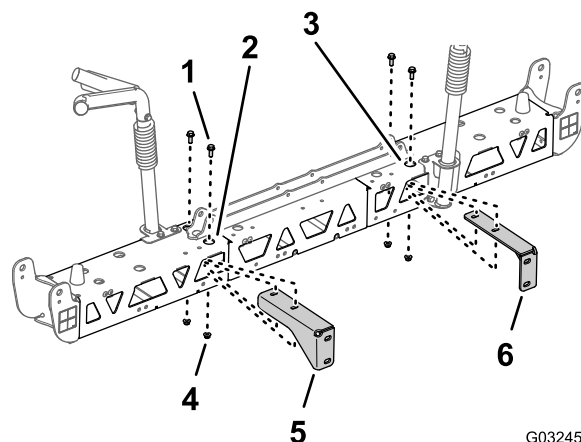

Figura 56
2. Alinhe os orifícios no suporte direito com os orifícios na estrutura da armação direita, como se mostra na Figura 56.
3. Monte o suporte direito na estrutura da armação direita (Figura 56) com os dois parafusos de cabeça flangeada (¾ pol. x 1 pol.) e as duas
- Repita os passos 2 e 3 para o suporte esquerdo na estrutura da armação esquerda (Figura 56).